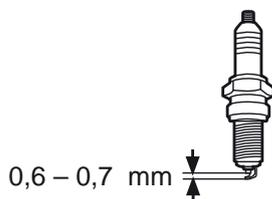

Fig. 62
- > Vérifiez l'écartement de la bougie. Il doit être de 0,6 à 0,7 mm (Fig. 62).